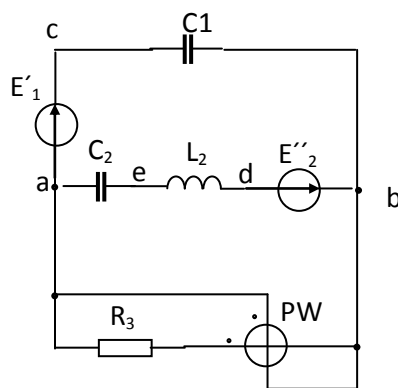

Рисунок 6.2
1. Для заданого електричного кола (рис. 6.2) визначити комплекси діючих значень струмів у всіх гілках, скориставшись одним з методів розрахунку лінійних електричних кіл.